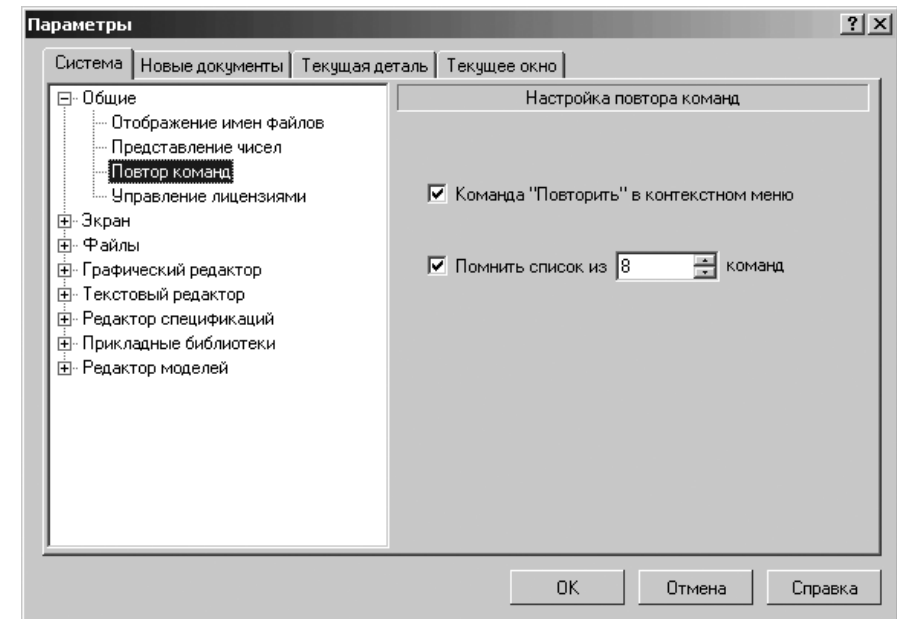

Рис. 9.3. Диалоговое окно **Параметры** с открытой вкладкой **Система** и открытой панелью **Настройка повтора команд**
- щелкните по пункту **Повтор команд**. Откроется в правой части диалогового окна панель **Настройка повтора команд** (рис. 9.3).